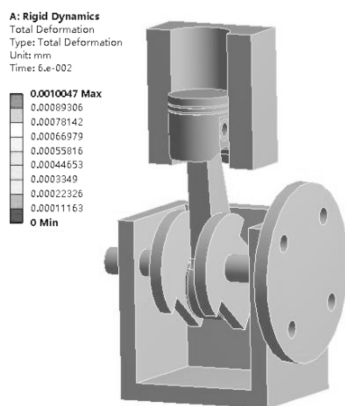
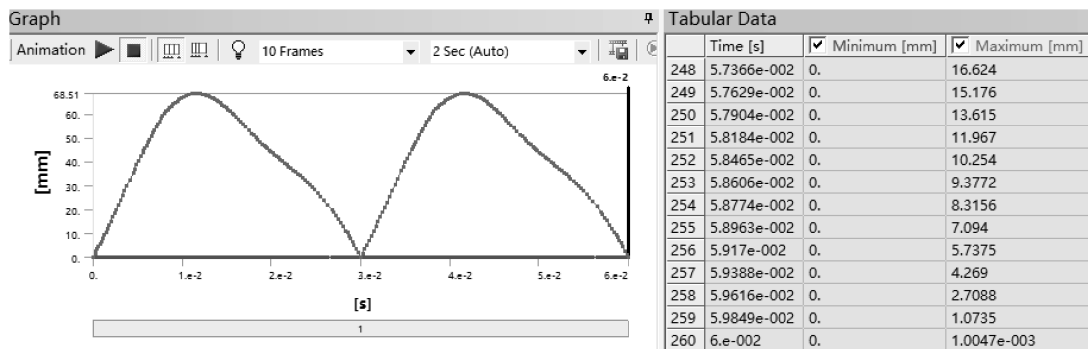

图 5-23 运动变形图
图 5-24 运动轨迹及数据
(1) 在 Mechanical 标准工具栏中单击  Solve 进行求解运算。
(2) 求解结束后，单击【Total Deformation】，可以看到相应结果，如图 5-23、图 5-24 所示。也可进行动画设置，显示运动。